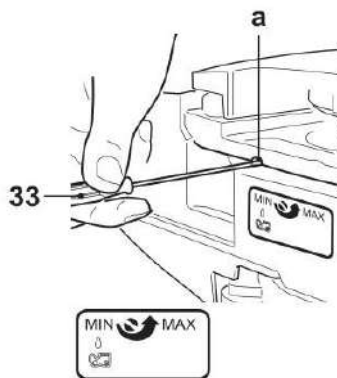

Fig. 16
8. Réglez le débit d'huile de chaîne à l'aide de tournevis (33) sur la vis de réglage (fig. 16, a), qui est située sur la partie inférieure de la machine.